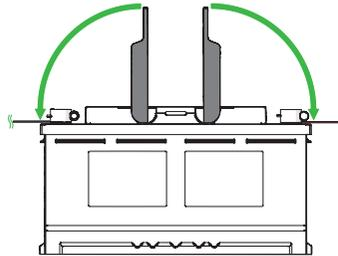

Abbildung 2.
4. Die Griffabdeckungen auf die Klemmen stecken. (Abbildung 2)